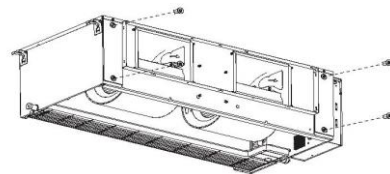

Fig. 9-5
2. Soltar los cuatro pernos y los dos tornillos que se usan para fijar la placa del lado delantero, (tener cuidado porque la placa delantera puede caerse) fig. 9-5.